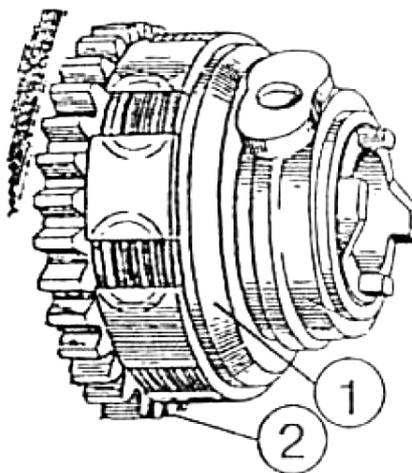

Рисунок 5.54
4.4) выньте из корпуса КП гидродожимную муфту (1) (рисунок 5.54), в сборе, с шестерней (2);